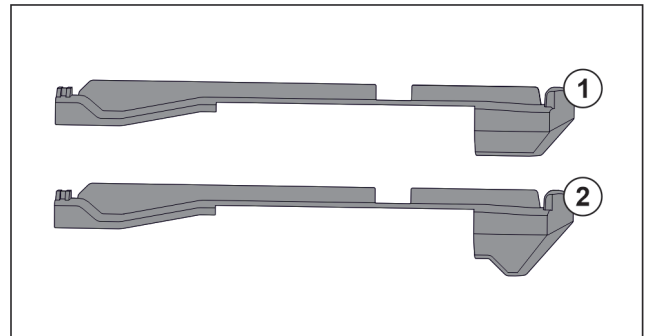

Fig. 147 Comparaison des éléments emboîtables
L'appareil comprend deux éléments emboîtables différents. L'élément emboîtable au-dessus du tiroir inférieur Fig. 147 (2) a un bord triangulaire. Tous les autres éléments emboîtables Fig. 147 (1) ont un bord droit.
- ▶ Poser l'élément emboîtable Fig. 147 (2) avec le bord triangulaire sur le tiroir inférieur.
- ▶ Poser l'élément emboîtable Fig. 147 (1) avec le bord droit à tous les autres endroits.